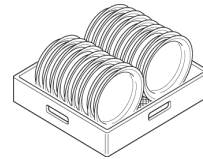

Fig.34
- 1- Coloque los platos en posición frontal. (Fig. 34)